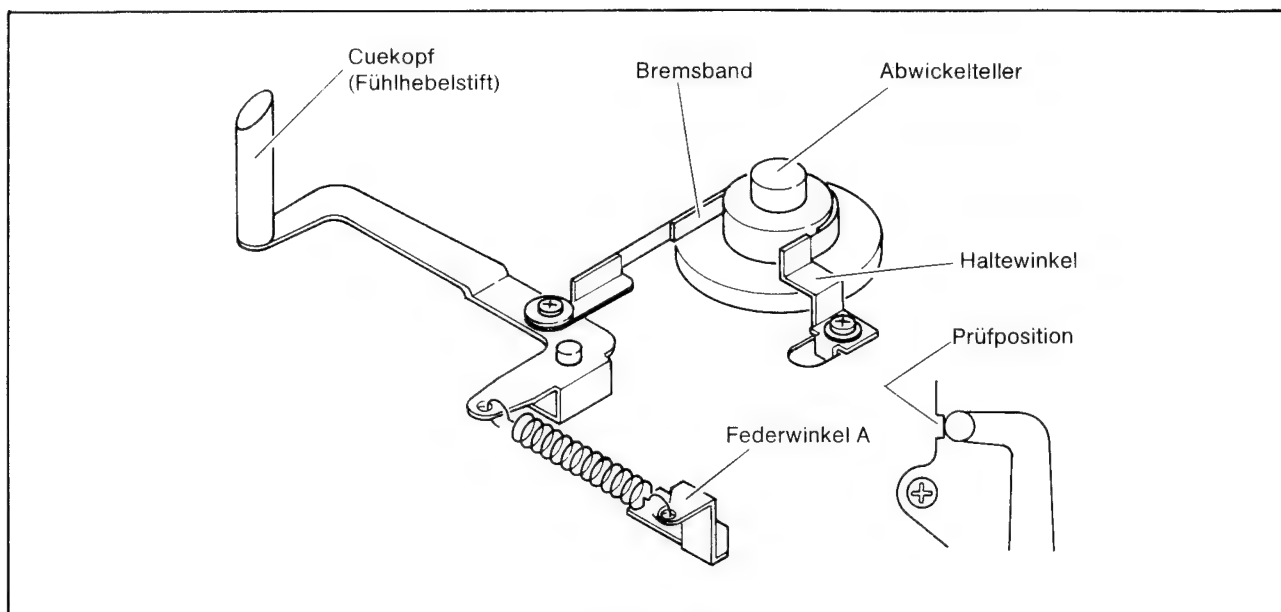

Bild 2-22
3. Den Bremsband-Haltewinkel so verstellen, daß der Fühlhebelstift die Position in Bild 2-22 einnimmt. (Die Cassette zur Einstellung herausnehmen.)